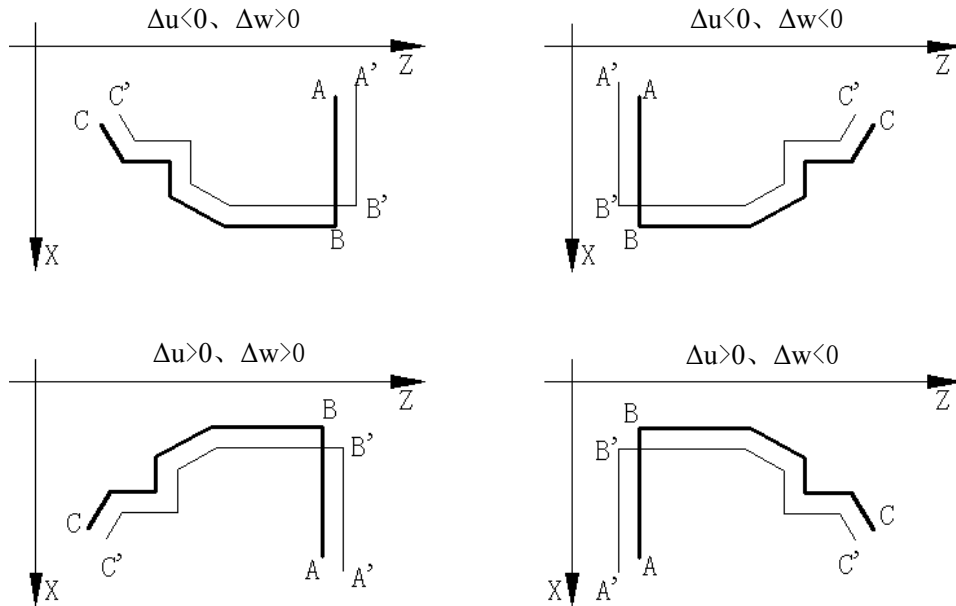

图 3-27
- Δu 、 Δw 反应了粗车的坐标偏移和切入方向，按 Δu 、 Δw 的符号有四种不同组合，见图3-27，图中：A→B→C为精车轨迹，A'→B'→C'为粗车轮廓，A为起点。